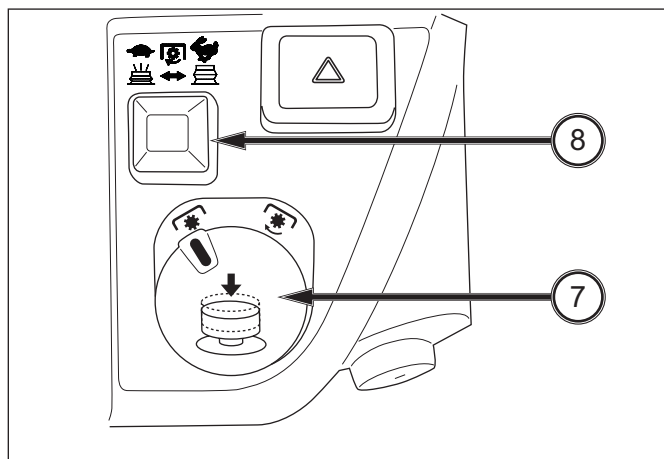

ABB. 45
ABB. 45: Die Kontrollleuchten für die Blinker bzw. Warnblinkanlage (5) und (6) zeigen den Einschaltzustand der vorderen und hinteren Kombileuchten. Auf diese Weise kann der Fahrer einfach feststellen, ob er die Warnblinkanlage eingeschaltet hat.